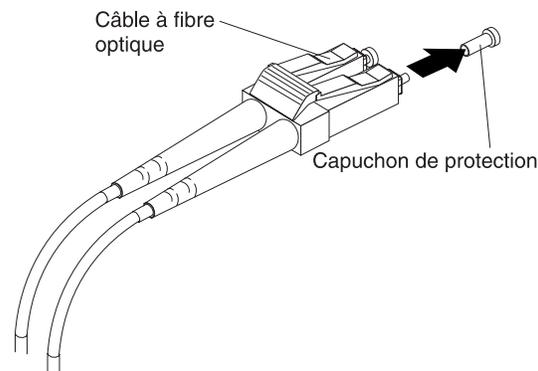

Figure 20. Retrait des capuchons de protection du câble à fibre optique
3. Retirez les deux capuchons de protection de l'une des extrémités du câble LC-LC, comme illustré dans la figure 20. Conservez le capuchon de protection pour une utilisation ultérieure.